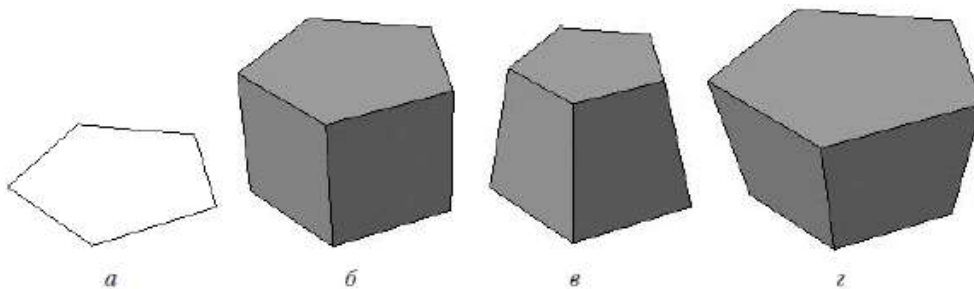

Рис. 3.5. Выдавливание: эскиз (*а*), сформированный трехмерный элемент (*б*), уклон внутрь (*в*) и уклон наружу (*г*)
- **Выдавливание.** Форма трехмерного элемента образуется путем смещения эскиза операции (рис. 3.5, *а*) строго по нормали к его плоскости (рис. 3.5, *б*). Во время выдавливания можно задать уклон внутрь или наружу (рис. 3.5, *в* и *г*). Контур эскиза выдавливания не должен иметь самопересечений. Эскизом могут быть: один замкнутый контур, один незамкнутый контур или несколько замкнутых контуров (они не должны пересекаться между собой). Если вы формируете основание твердого тела выдавливанием и используете в эскизе несколько замкнутых контуров, то все эти контуры должны размещаться внутри одного габаритного контура, иначе вы не сможете выполнить операцию. При вырезании или добавлении материала выдавливанием замкнутые контуры могут размещаться произвольно.